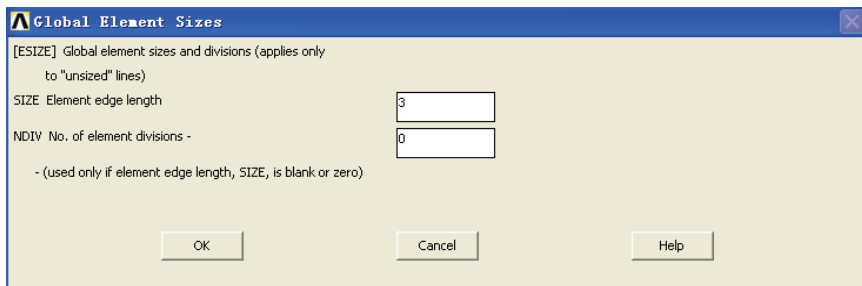

图 8-13 单元尺寸设置对话框
11) 选择 Main Menu | Preprocessor | Meshing | Size Cntrls | ManualSize | Global | Size 命令，出现 Global Element Sizes 对话框，在 SIZE Element edge length 输入栏中输入 3，其余选项采用默认设置，如图 8-13 所示，单击 OK 按钮关闭该对话框。